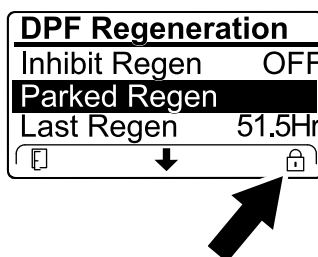

Figura 49
- Se il computer del motore richiede una rigenerazione di recupero, oppure sta eseguendo una rigenerazione di recupero, e voi scorrete il menu verso il basso fino all'opzione PARKED REGEN, la rigenerazione parcheggiata viene bloccata e l'icona di blocco (Figura 49) compare nell'angolo in basso a destra dell'InfoCenter.